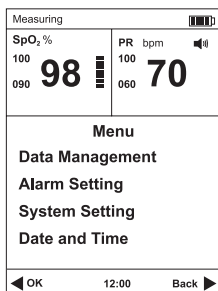

Fig.3.1
- 1) Appuyer sur le bouton d'alimentation pendant 3 secondes pour allumer l'oxymètre et appuyer ensuite sur le bouton menu pour accéder au menu principal, se référer à la Fig.3.1.